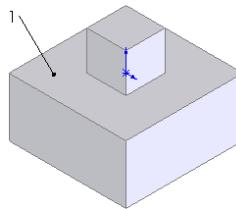
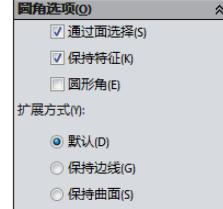

图 3-77 拉伸的图形
图 3-78 “圆角选项”复选框
**07** 设置视图方向。单击“标准视图”工具栏中的“等轴测”图标 ，将视图以等轴测方向显示，结果如图 3-77 所示。
**09** 设置属性管理器。在“圆角类型”一栏中，选择“等半径”复选框；在“半径”一栏中输入值 10mm；在“圆角选项”一栏中，不选取“圆形角”复选框，选择图 3-77 中的表面 1，设置如图 3-78 所示。
**12** 设置属性管理器。在“半径”一栏中输入值 10mm；在“圆角选项”一栏中，选取“圆形角”复选框，选择图 3-77 中的表面 1，设置如图 3-80 所示。